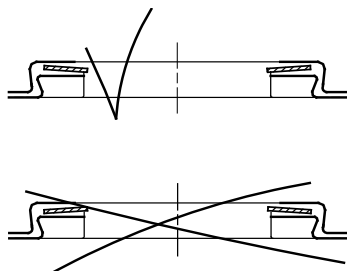

Fig. 10 Montage correct des bagues d'usure
Vérifier s'il faut remplacer la roue à cause de la friction entre la bague d'usure et le nez de roue. Si l'usure a causé une rainure importante dans le nez de roue (contrôler avec l'ongle), celui-ci doit être remplacé. Il est recommandé de remplacer les bagues d'usure (pos. 45) et les bloqueurs (pos. 65) chaque fois que la chambre est démontée.	- Soulever le bloqueur (pos. 65) et libérer la chambre en utilisant un tournevis. - Retirer la bague d'usure (pos. 45). - Monter une bague d'usure neuve dans la chambre. Voir fig. 10. - Insérer un bloqueur neuf sur la bague d'usure et dans la chambre. Il doit être possible de déplacer librement la bague d'usure entre le bloqueur et la chambre.